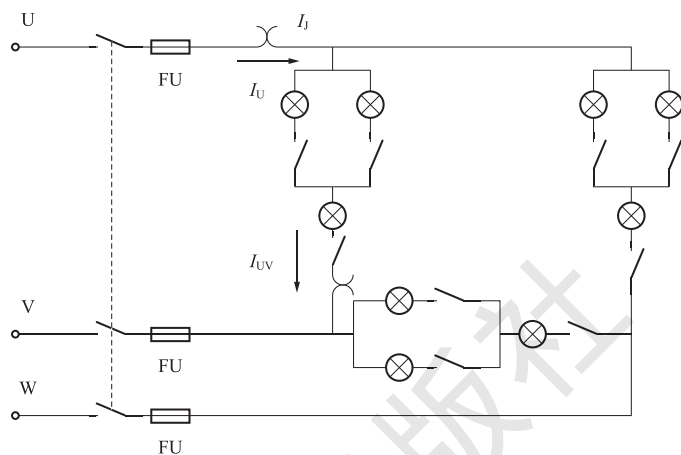

图 2.10.2
(1) 按照图 2.10.2 连接三相负载电路。注意此时需要三相调压器, 将线电压调为 220V。
(2) 对称负载时测量各线电压、线电流及用三瓦特计法测功率和二瓦特计法测功率, 记入自制的表中。
(3) 关闭部分灯泡(不对称)重复步骤(2)。